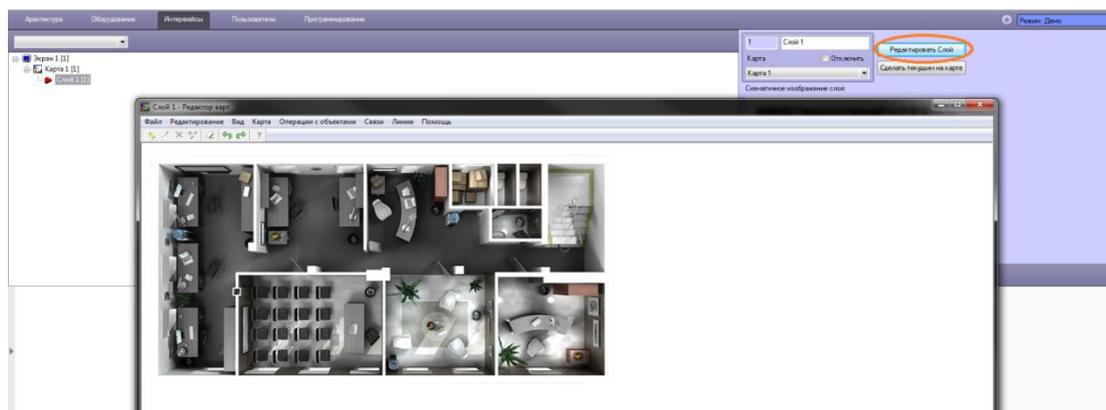

Рисунок 30.5
- на вкладке **Интерфейсы** окна «Настройки системы» на базе объекта Экран создать объект Карта, к объекту Карта добавить объект Слой (рисунок 30.5). Затем нажать кнопку «Редактировать слой», в результате откроется окно «Редактор карт» с планом контролируемого помещения.